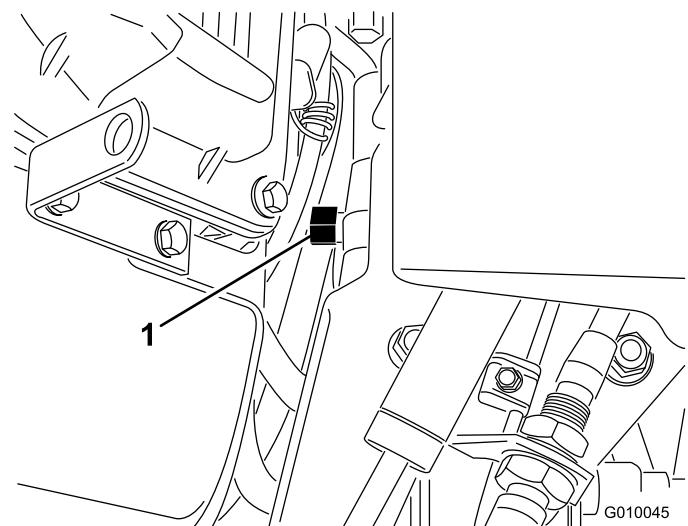

Bild 30
- Finden Sie das Sicherheitsventil zwischen der Motor- und hydrostatischen Pumpe (Bild 30).
- Drehen Sie das Sicherheitsventil mit einem 5/8-Zoll-Schlüssel eine Umdrehung nach rechts, um zu schieben bzw. zu ziehen. So kann Hydrauliköl an der Pumpe vorbei direkt zu den Rädern fließen, die sich daraufhin drehen können (Bild 30).
5. Drehen Sie das Sicherheitsventil um eine Umdrehung nach rechts (Bild 30), wenn Sie den Aerifizierer erneut verwenden möchten.